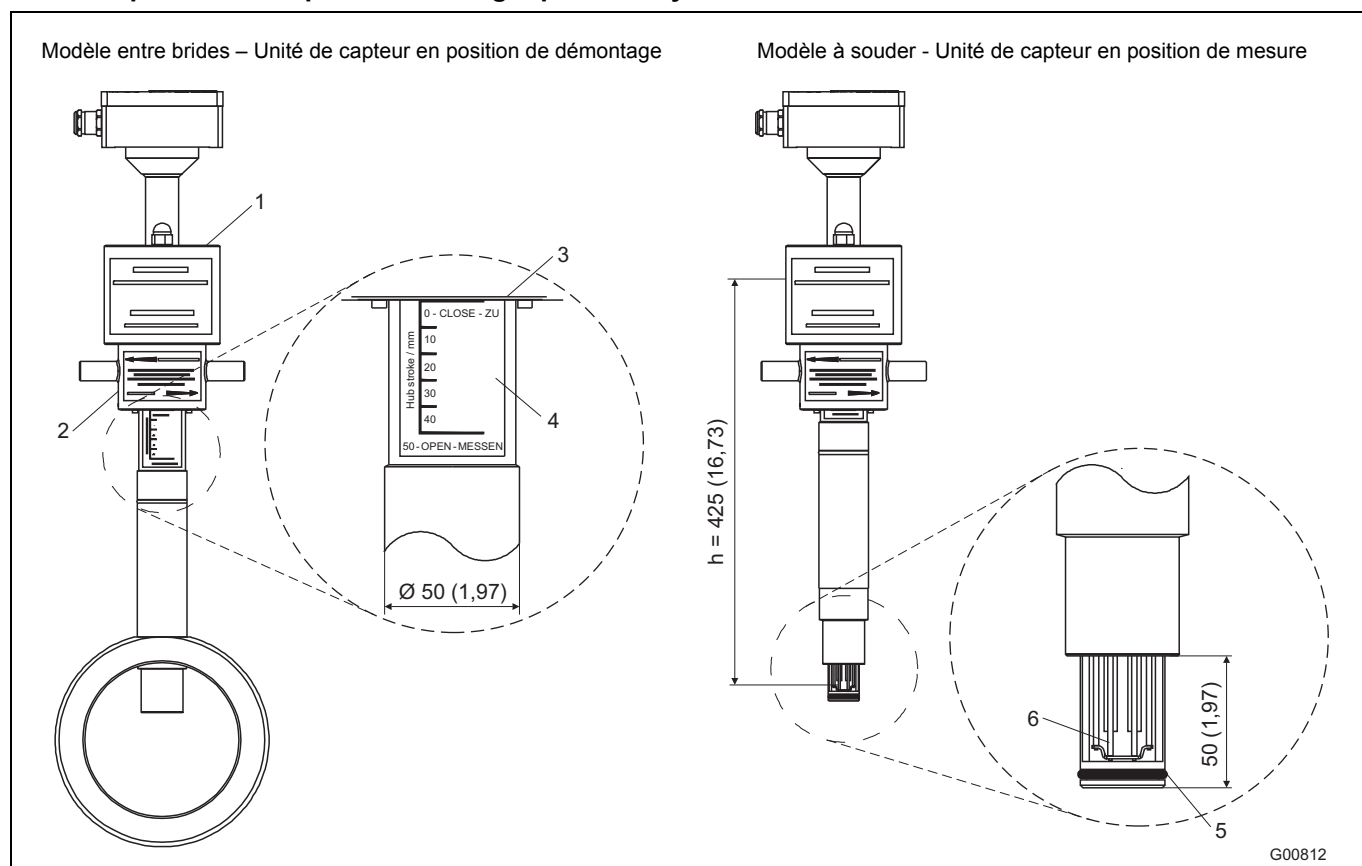
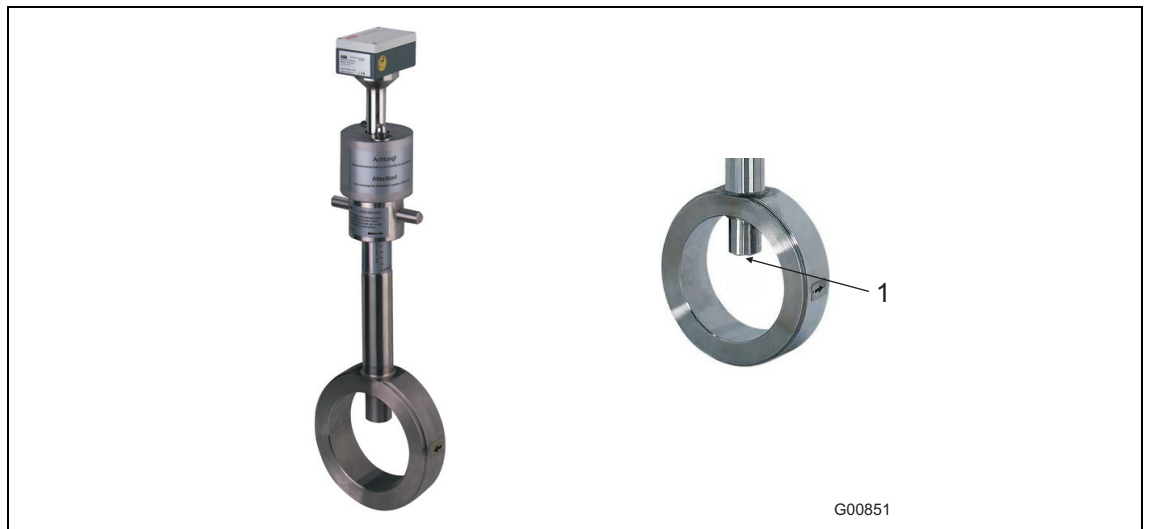
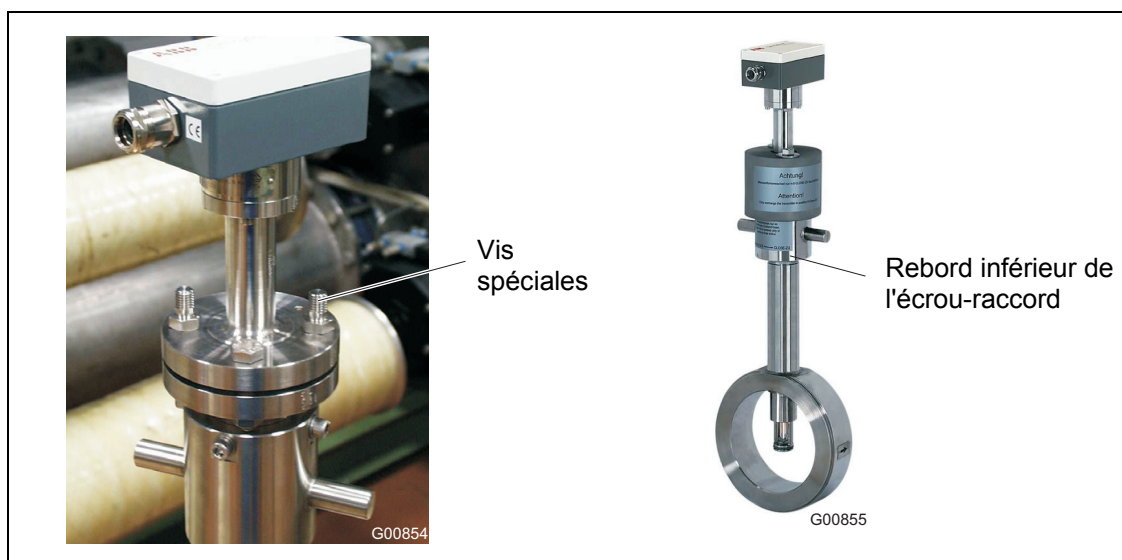

Fig. 6: Dimensions en mm (inch)
Fig. 8 : Dispositif de remplacement en position de démontage
Fig. 11: Vis spéciales pour capuchons de protection
- 1 Après le soudage, l'adaptateur à souder doit présenter la longueur L (voir fig. 7 et fig. 8)
Le dispositif de remplacement intégré est conçu pour les contraintes de pression de 16 bars abs. max. Afin de garantir l'interchangeabilité avec les composants de tuyauterie standard de type 1, la version entre brides (Fig. 8) a été conçue pour les brides DIN 50 et DN 80 en palier de pression PN 40. Avec la version DN 65 en palier de pression PN 16, il faut utiliser des brides raccordement avec 4 trous pour vis. Les versions en pouces 2 ... 8" sont conçues pour les brides de raccordement ASME B16.5 Cl.150. Pour les longueur de capteur appropriées, voir Fig. 6.
Fig. 8 (image de gauche) montre la version entre brides montée du dispositif de remplacement en position de démontage. Le tube de guidage se trouve en position de fin de course supérieure et obture ainsi l'orifice Sensyflow (image de droite).
- Le dispositif de remplacement doit se trouver en position de démontage (Fig. 8), l'orifice Sensyflow est obturé de manière étanche.
- Introduire le transmetteur dans le dispositif de remplacement et le visser (monter 2 vis M12 ainsi que 2 vis spéciales rallongées en face (Fig. 11).
- Mettre les capuchons de protection et les fixer sur les vis spéciales à l'aide d'écrous (Fig. 11).
- Tourner le transmetteur en position de mesure à l'aide de l'écrou-raccord (Fig. 11). Le rebord inférieur de l'écrou-raccord indique la position de l'élément de mesure. C'est uniquement lorsque la position de mesure 50 – OPEN – MESURER (butée inférieure de l'écrou-raccord) est atteinte que les éléments de mesure se trouvent au centre de la tuyauterie et qu'ils peuvent délivrer des valeurs exactes (voir détail A dans (Fig. 6).
- Tourner le transmetteur en position de démontage à l'aide de l'écrou-raccord. (butée supérieure de l'écrou-raccord, l'inscription 0 - CLOSE - ZU (FERMER) doit être visible ; (voir détail A dans Fig. 6).